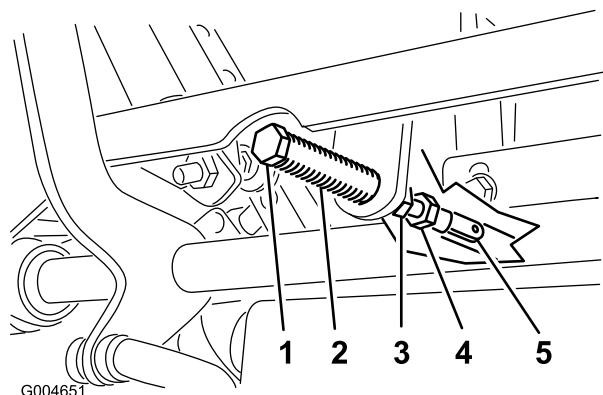

Figure 56
5. Tirez-le ensuite en arrière jusqu'à ce que l'axe de chape (situé sur un bras au-dessus de l'axe de pivot) touche l'extrémité de l'encoche (c.-à-d. commence juste à appuyer sur le ressort) (Figure 56).